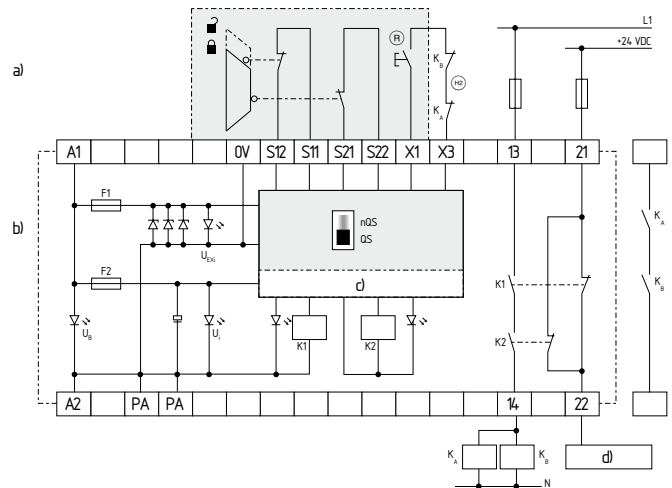

Fig. 6
Controllo a due canali, rappresentato utilizzando l'esempio di un sistema di sorveglianza porta con due interruttori di posizione, di cui uno con contatto ad apertura obbligata; pulsante di Reset esterno (R) (vedere Fig. 6)
- (R) = circuito di ripristino